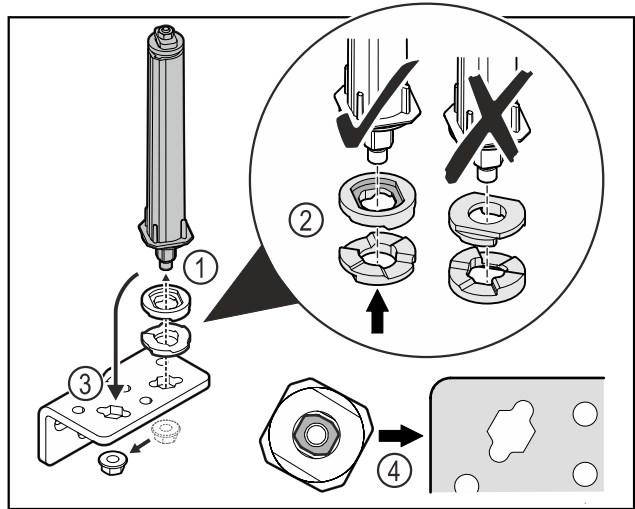

Fig. 33
- Desserrer l'écrou et retirer le système de fermeture de porte Fig. 33 (1).
- Veiller à ce que les rondelles de réglage de la hauteur soient correctement orientées Fig. 33 (2).
- Mettre le système de fermeture de la porte dans l'autre trou de l'équerre de charnière et le fixer avec l'écrou Fig. 33 (3).
- Lors de la mise en place, veiller à bien orienter le système de fermeture de porte Fig. 33 (4).